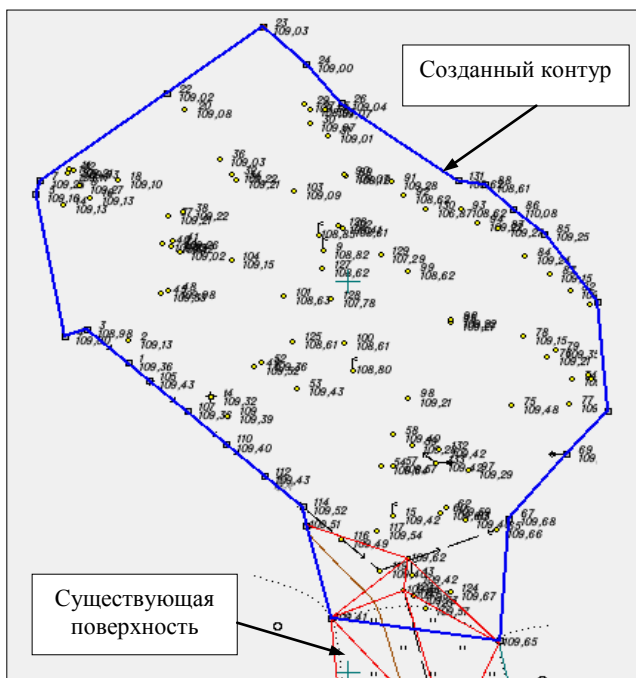

Рис. 6.6
- После вызова команды курсор примет вид . С помощью такого курсора можно как захватывать существующие точки (подсвечиваются желтым цветом), так и указывать новые в произвольном месте. Постройте в графическом окне контур как на рис. 6.6.